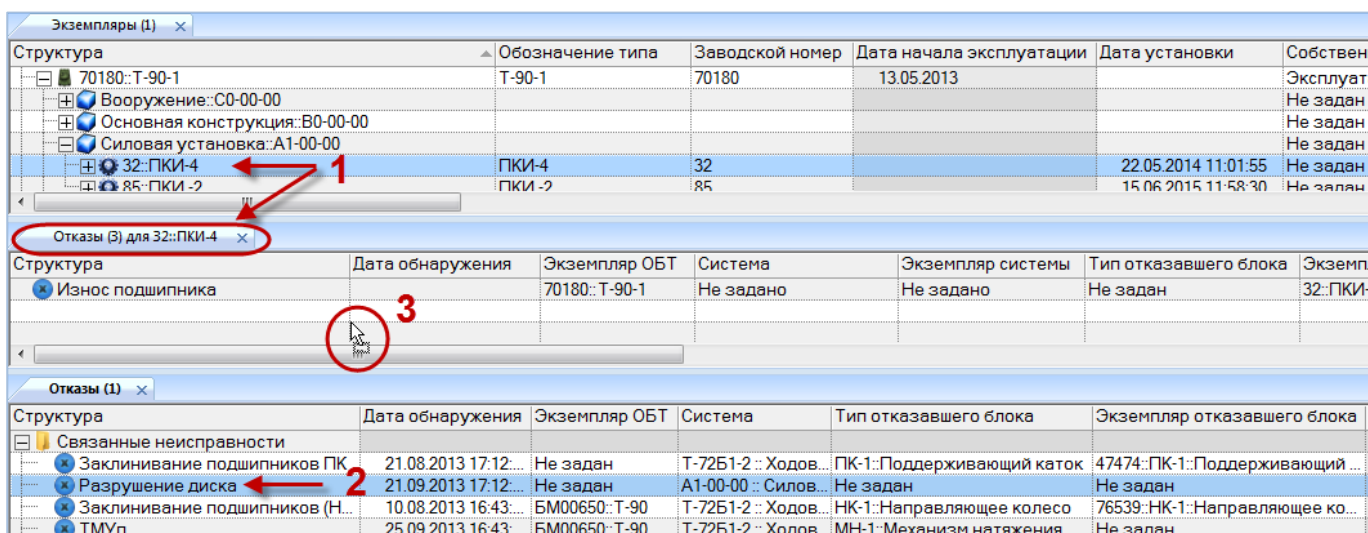

Рис. 26-43 – Переместить неисправность в окно связанных объектов
2) Выделить экземпляр компонента в рабочем окне «Экземпляры» и открыть окно связанных объектов «Неисправности» для выбранного экземпляра компонента (1 на рис. 26-43).
3) Выделить неисправность в рабочем окне «Неисправности» (2 на рис. 26-43).
4) Переместить с помощью мыши неисправность в окно связанных с экземпляром компонента неисправностей – появится подсказка вида «+ Создать связь X объект(ов) в ...» (3 на рис. 26-43). Отпустить кнопку мыши.